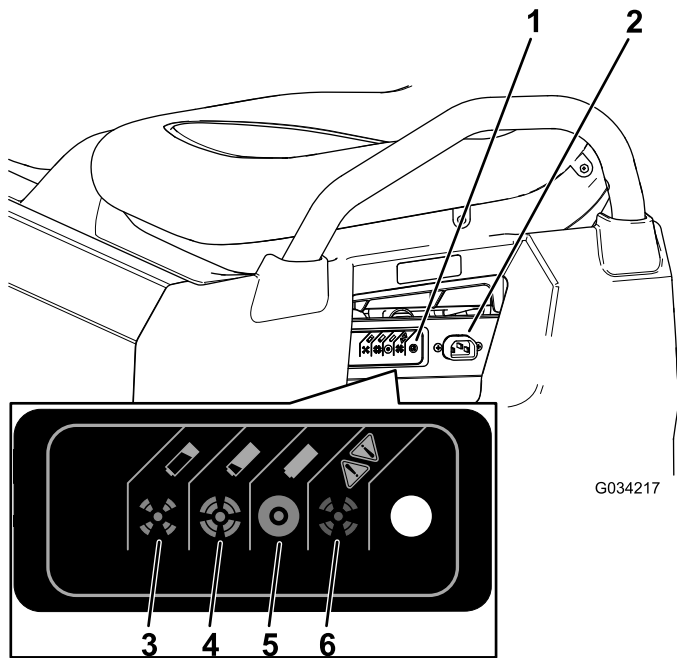

Figura 38
3. Conecte un **cable de cargador de calibre 16 (o de un diámetro mayor), de 8.2 pies (2.5 m) o menos** al conector de carga de la máquina (Figura 38).
Consulte la tabla siguiente y Figura 38 para obtener más información sobre el significado de los diferentes colores de la luz de estado del cargador.